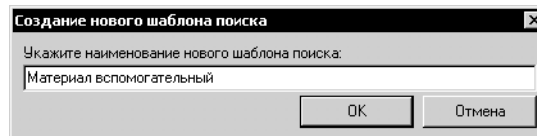

Рис. 13.6. Создание нового шаблона поиска
5. Введите наименование нового шаблона и нажмите кнопку **OK** (рис. 13.6). При создании нового шаблона поиска автоматически создается первый шаг поиска.